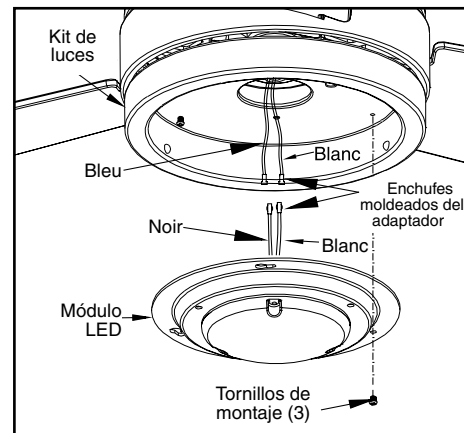

Figura 14
3. Quita un tornillo de la carcasa del kit de luces y afloja, pero no quites, los otros dos. Conecta los cables del conjunto del kit de luces a los cables del conjunto motor-ventilador uniendo los enchufes del adaptador moldeado. Coloca con cuidado todos los cables y empalmes dentro de la caja del interruptor. (Figura 14)